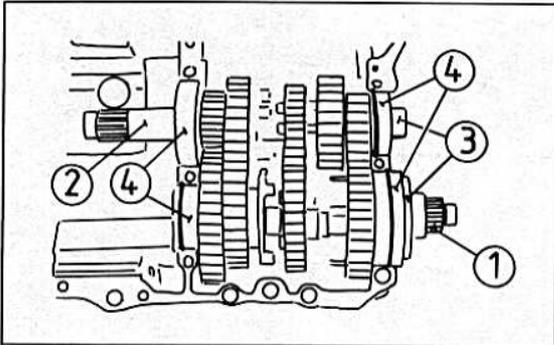

Bild 226
- Die beiden Getriebewellen aus dem Gehäuse nehmen (Bild 226).